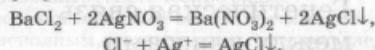

Рис. 147. Малахит и изделия из него
В отличие от кислых солей, почти все основные соли в воде нерастворимы. Основной солью является гидрокарбонат меди (II) $(\text{CuOH})_2\text{CO}_3$, более известный под названием **малахит** — красивейший минерал изумрудного зеленого цвета (рис. 147). Малахит — это неодушевленный герой знаменитых уральских сказов П. Бажова. Вспомните хотя бы его «Малахитовую шкатулку», «Хаяйку Медной горы».